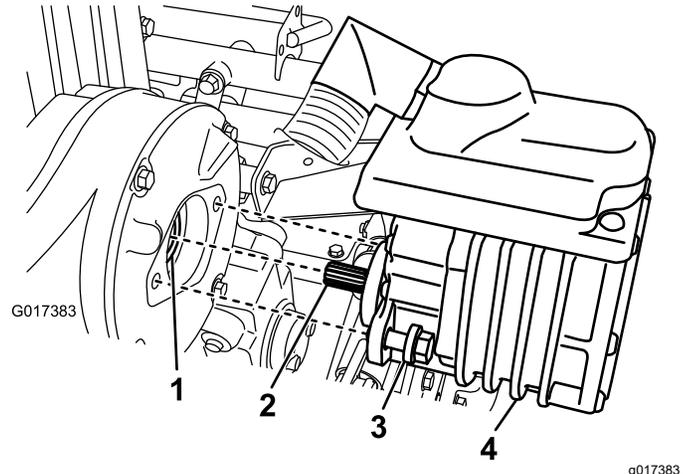

图 35
2. 拆下将马达固定到传动装置外壳的 2 颗螺栓 图 35。
4. 用润滑脂枪向传动装置外壳的凹面泵入 1 到 2 次润滑脂 图 35。